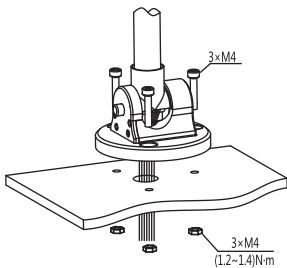
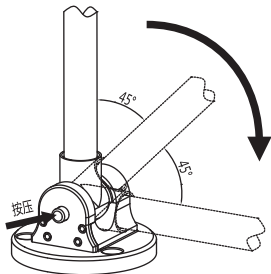

图6 NDT1-52折叠式安装示意图
图7 折叠座操作示意图
7.3 NDT1-52折叠式安装示意图（图6），折叠座操作示意图（图7）